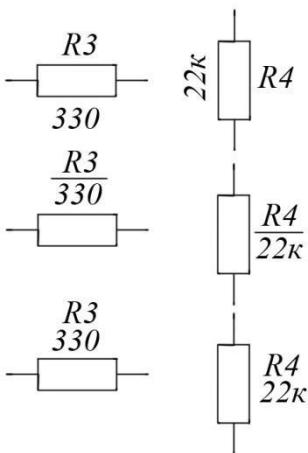

Рис. 2.1
7. На схемах допускается помещать различные технические данные, характер которых определяется назначением схемы. Такие сведения указывают либо около УГО (по возможности справа или сверху), либо на свободном поле схемы. Около УГО элементов и устройств помещают, например, номинальные значения их параметров, а на свободном поле схемы - диаграммы, таблицы, текстовые указания. При указании около УГО номиналов резисторов и конденсаторов (рис. 2.1) допускается применять упрощенный способ обозначения единиц величин: для резисторов от 0 до 999 Ом – без указания единиц величин, от $1 \cdot 10^3$ до $999 \cdot 10^3\text{ Ом}$ – в килоомах с обозначением единицы величин строчной буквой к, от $1 \cdot 10^6$ до $999 \cdot 10^6\text{ Ом}$ – в мегаомах с обозначением единицы величин прописной буквой М, выше $1 \cdot 10^9\text{ Ом}$ – в гигаомах с обозначением единицы величин прописной буквой Г; для конденсаторов: от 0 до $9999 \cdot 10^{-12}\text{ Ф}$ – в пикофарадах без указания единицы величин, от $1 \cdot 10^{-8}$ до $9999 \cdot 10^{-6}\text{ Ф}$ – в микрофарадах с обозначением единицы величин строчными буквами мк.